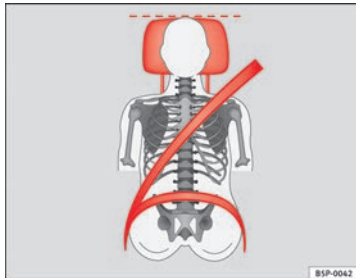
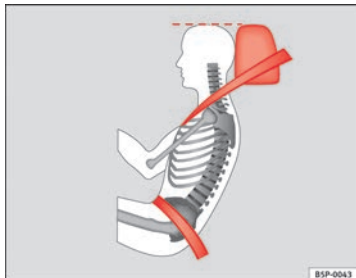

Abb. 3 Richtig eingestellte Kopfstütze von vorne betrachtet
Abb. 4 Richtig eingestellte Kopfstütze von der Seite betrachtet
- Die Kopfstützen so einstellen, dass sich die Oberkante der Kopfstütze möglichst auf einer Linie mit dem oberen Teil Ihres Kopfes bzw. mindestens auf Augenhöhe befindet ⇒ Abb. 3 und ⇒ Abb. 4.